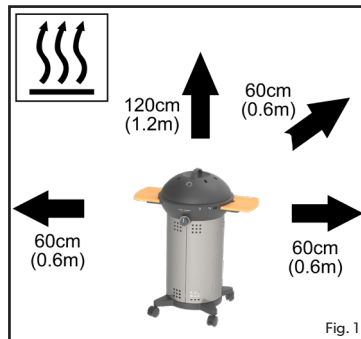

Fig. 1
- Assicuratevi che il dispositivo sia usato a distanza da materiali infiammabili. Distanze minime di sicurezza: sopra il dispositivo - 1,2 m; dietro e ai lati - 0,6 m. (Fig. 1)